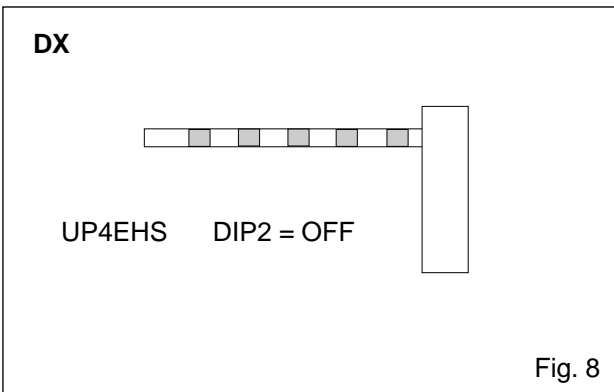

Fig. 8
3.3 Smontare l'attacco superiore molla: vite [21], aggancio molla [22] e dado [23] (fig. 8).
3.4 Ruotare di 90° il braccio leva (fig. 8).